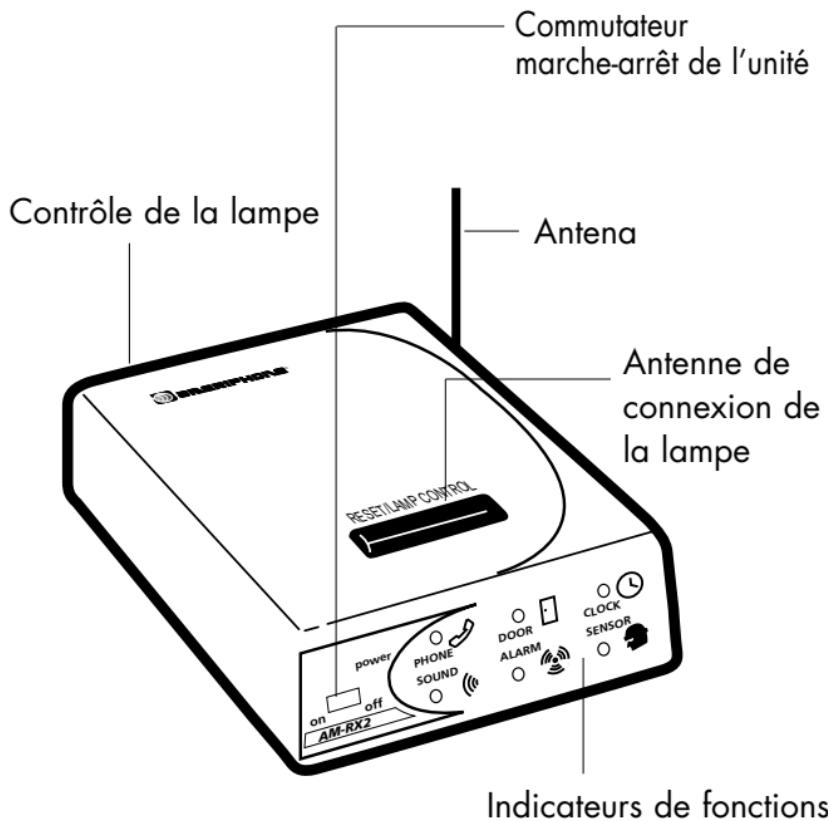

Fig. 2 - Identification des caractéristiques
en marche (RESET) situé sur la console. Utiliser le bouton de la lampe pour l'allumer et l'éteindre (voir Figure 2). Pour consulter les modèles de signalisation de la lampe pour chacune des fonctions, l'utilisateur doit référer aux consignes d'utilisation du système Alertmaster AM-6000 du chapitre cinq (5), section A, « Utilisation et fonctions ».